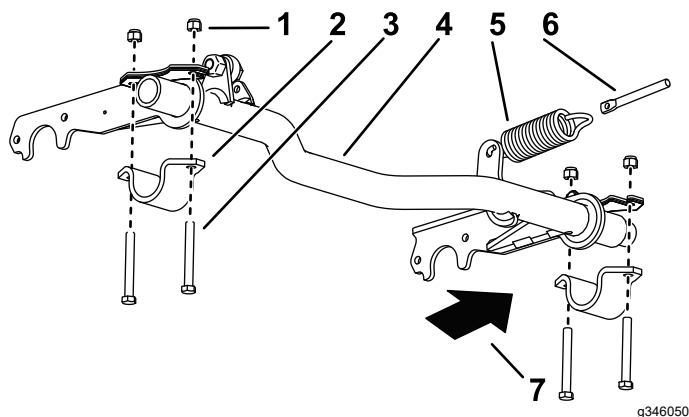

図 5
1. ピボットチューブのスプリングレバーとスプリングロッドに、延長スプリングを取り付ける 図 5。
2. ピボットチューブブラケットを右側に仮止めする図 5。
3. ピボットチューブの右側を、右側ピボットチューブブラケットに入れる図 5。
5. ピボットチューブの左側をフレームまで持ち上げて、ピボットチューブブラケットと共に取り付けるボルト $\frac{3}{8}$ x 3" 2本とロックナット $\frac{3}{8}$ " 2個を使用する図 5。